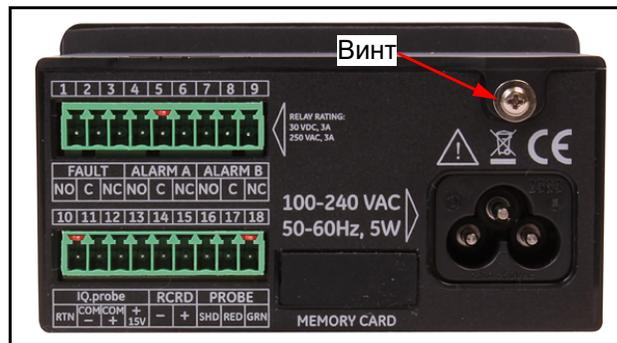

Рисунок 4: Задняя панель (показана в версии с проводом переменного тока)
2. Удалите винт в верхней части задней панели (см. Рисунок 4 ниже).